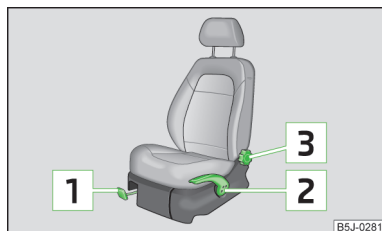

Fig. 37
- Tirez la manette **1** » fig. 37 vers le haut et poussez simultanément le siège dans la position souhaitée.
- Si vous souhaitez lever le siège, tirez la manette **2** » fig. 37 ou pompez vers le haut.
- Délestez le dossier (ne vous appuyez pas dessus) et faites tourner la molette **3** » fig. 37 pour régler l'inclinaison du dossier.